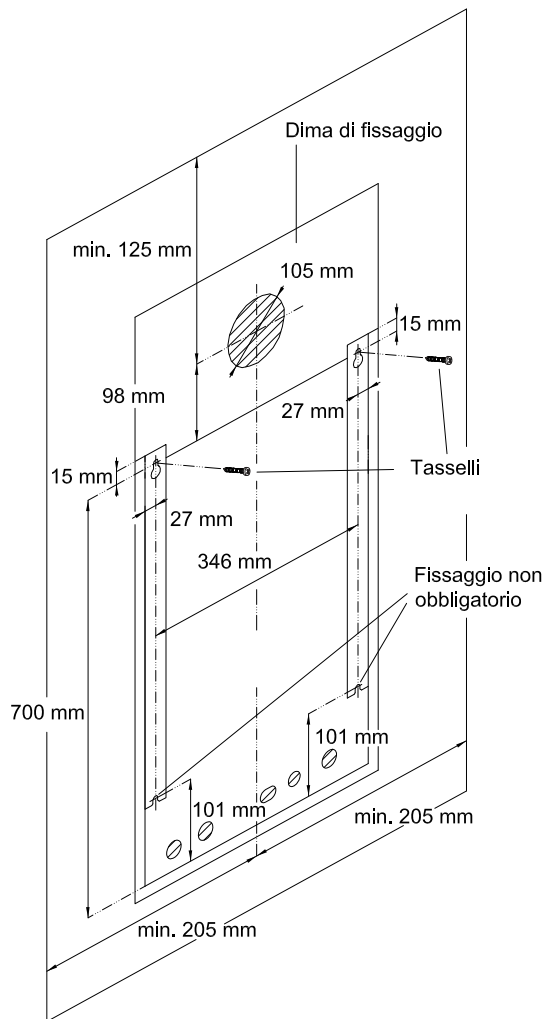

Fig. 8
3.6 - INSTALLAZIONE CON USCITA POSTERIORE (fig. 8).